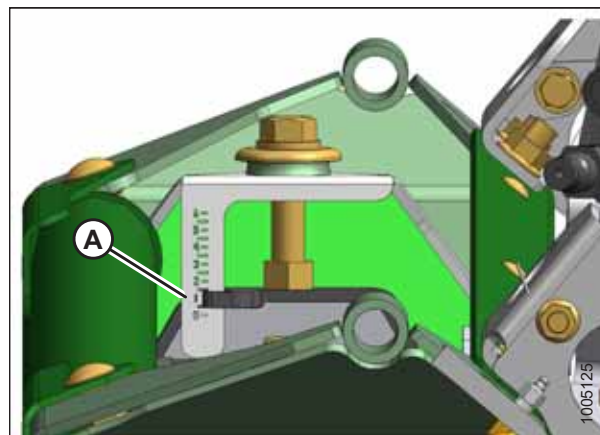

Рисунок 3.70: Измеритель зазора вальцов
- См. рис. 3.70, страница 51: Убедитесь, что зазор вальцов соответствует риску 1,5 на измерителе (А).